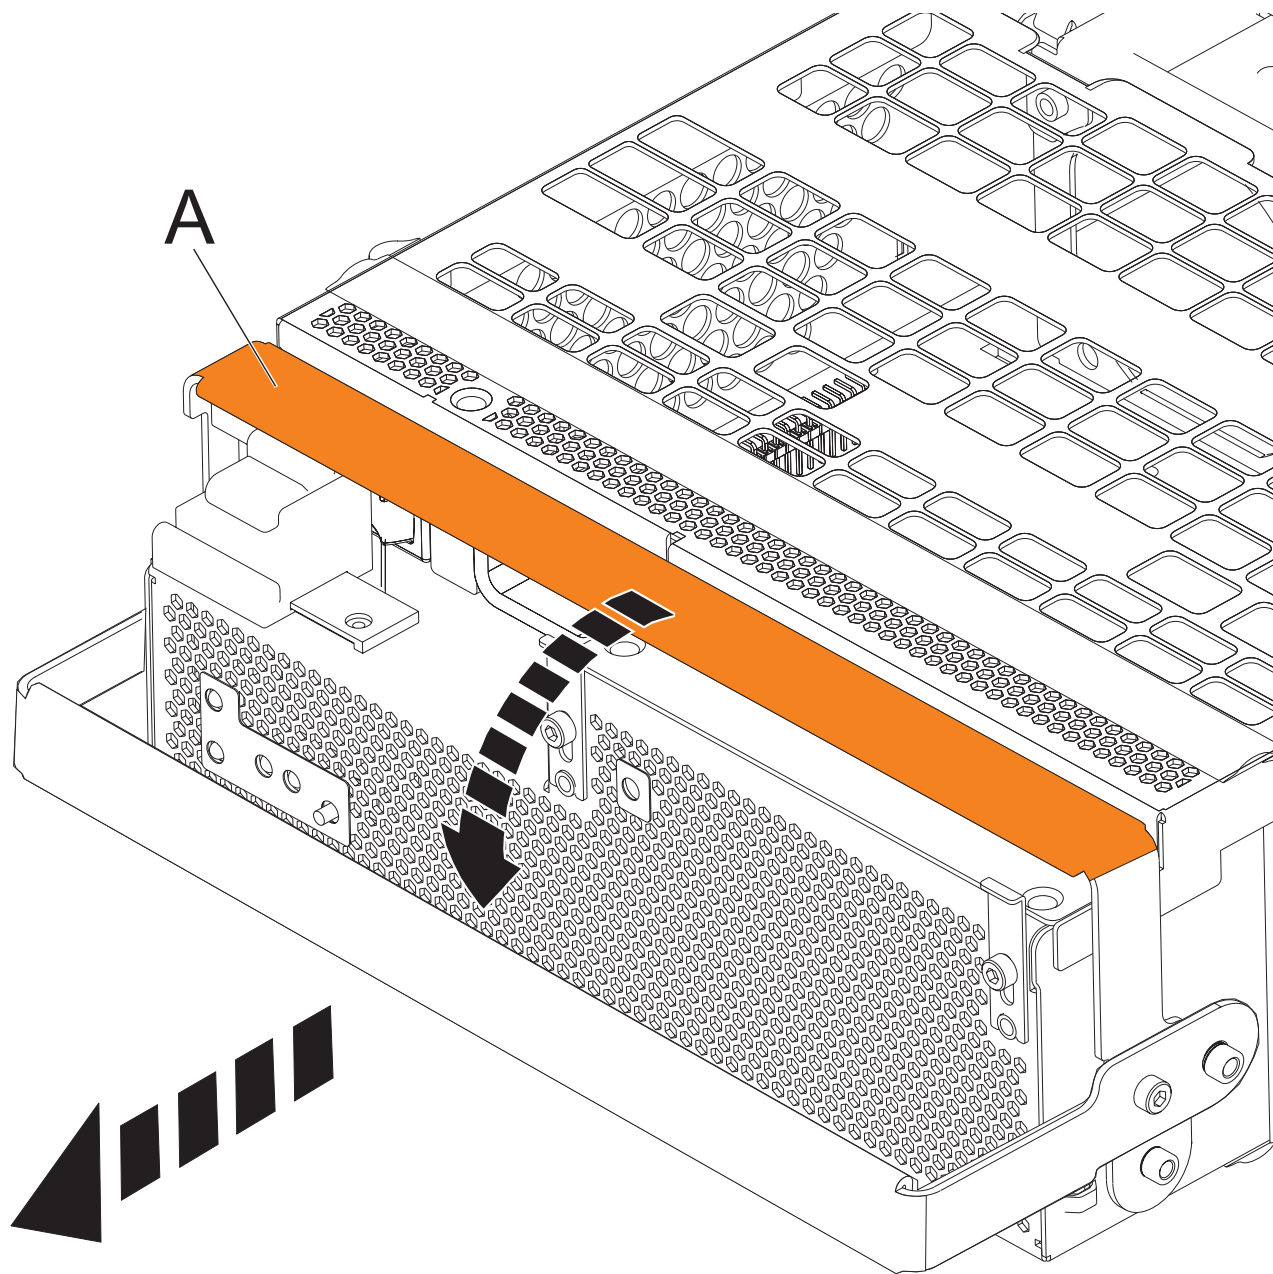

Figura 89. Extracció dels conjunts de conversió fora de línia
- a. Tibeu de la nansa de l'OCA (A) cap avall en la direcció que es mostra a la il·lustració per treure l'OCA del seu lloc. Consulteu Figura 89 a la pàgina 119.